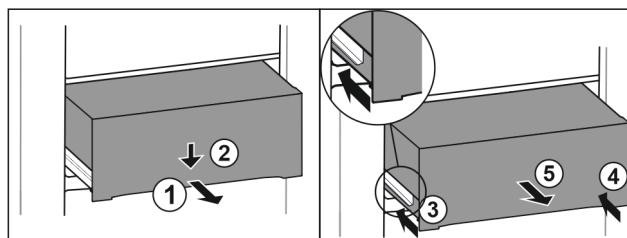

Fig. 114
- Изтеглете чекмеджето наполовина. Fig. 114 (1)
- Натиснете надолу чекмеджето от предната страна. Fig. 114 (2)
- Вкарайте лявата релса приблизително 2 см навътре. Fig. 114 (3)
- Вкарайте дясната релса приблизително 2 см навътре. Fig. 114 (4)
- Извадете чекмеджето напред. Fig. 114 (5)